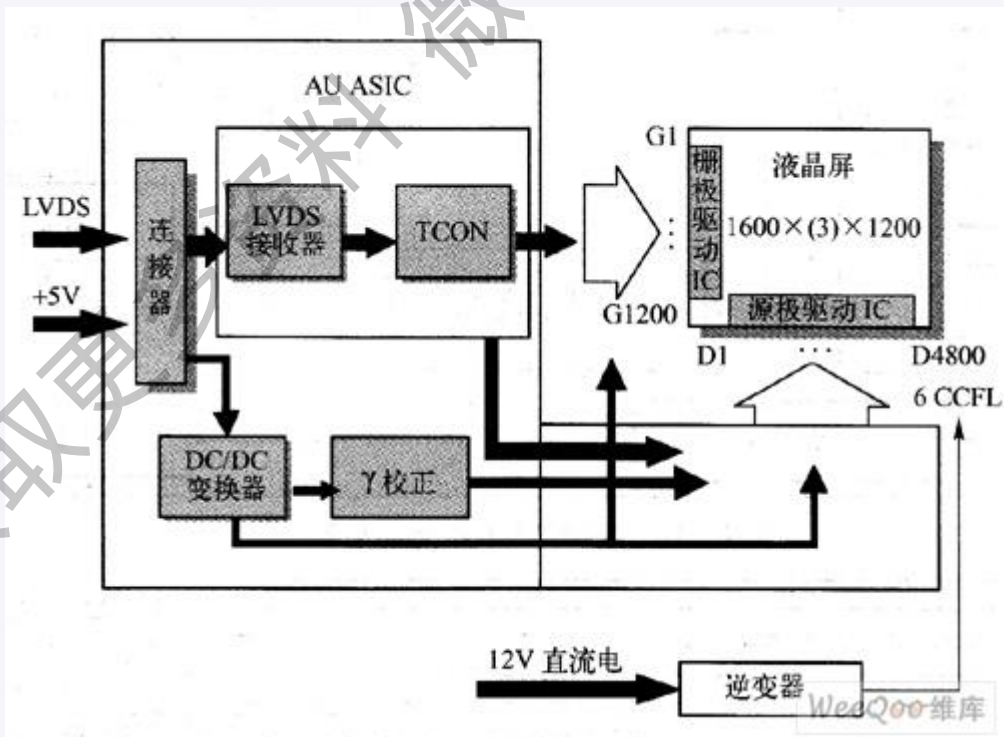

图 12 M201UN01 液晶面板框图
(3) M201 UN01 液晶面板
M201 UN01 为友达 (AU) 公司生产的 20.1in 双路 8bit LVDS 接口液晶面板, 分辨率 1600×1200, R (3 像素按垂直条状排列, 显示方式为常黑型, 电源电压 5V, 图 12 所示为 M201UN01 液晶面板框图。